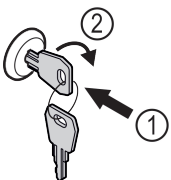

Fig. 116
- Sleutel erin duwen Fig. 116 (1).
- Sleutel 90° rechtsom draaien Fig. 116 (2).